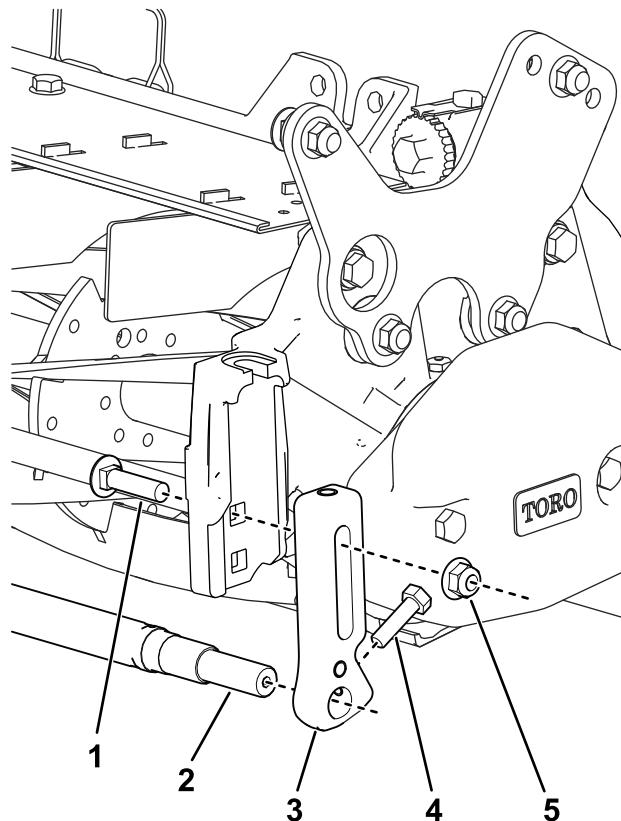

図 29
2. キャリッジボルトとロックナットを使用して、前側刈高ブラケットをサイドプレートの一番上の穴に取り付ける図 29。